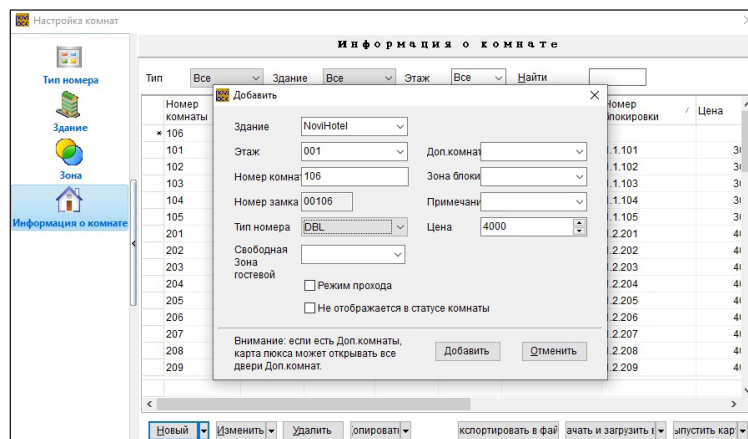

Рис. 33
- Функция **Загрузить все** и **Загрузить выбранное в Handset** позволяет загрузить созданные номера в программатор замков, настройка замков смотри (Рис. 33).